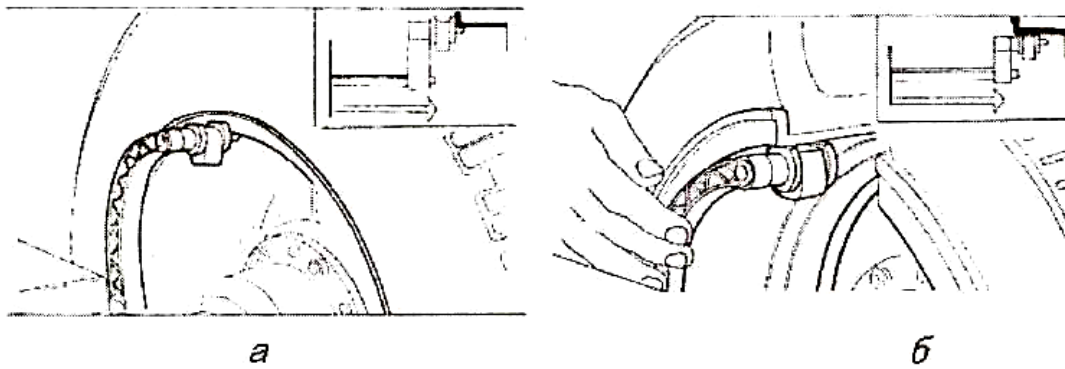

Рис. 16.
2) Привести автоматический измеритель в соприкосновение с плоскостью, выбранной для установки внутреннего балансировочного грузика (см. рис. 16 б для ALU 1P и рис. а для ALU 2P).